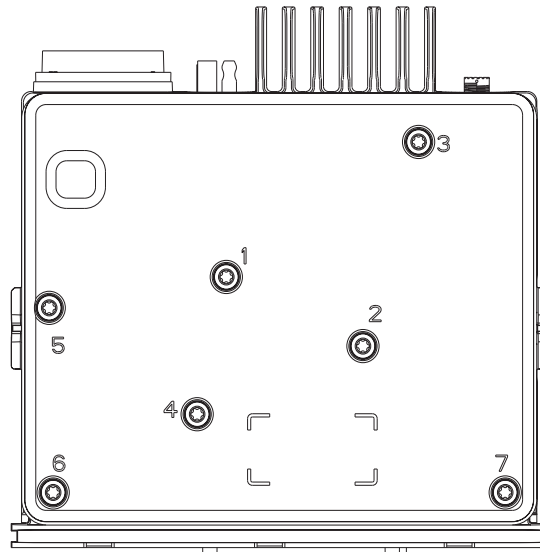

Figura 5-55 Secuencia de apriete de los tornillos de la cubierta moldeada
7. Usando un destornillador TORX™ T20, apriete los siete tornillos a aproximadamente 2,94 N-m (26 lb-pulg.) en la secuencia mostrada en la Figura 5-55.